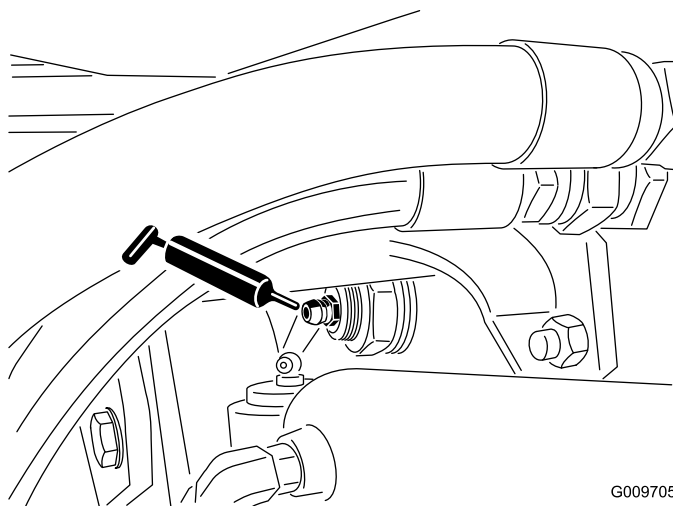

Рисунок 44
- Втулки шарниров заднего моста (2 шт.), как показано на Рисунок 44.